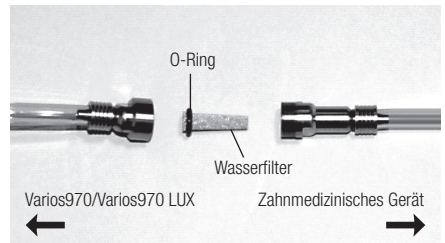

Abb.43
- 3) Wenn das Wasserfiltergehäuse abgenommen ist, kann der Wasserfilter wie in Abb. 43 gezeigt entfernt werden.